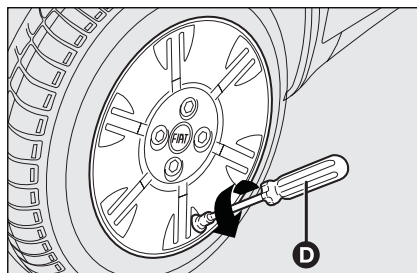

fig. 15
- dévisser le capuchon de la valve du pneu, enlever l'élément intérieur de la valve en se servant de l'outil **D-fig. 15**, en ayant soin de ne pas l'appuyer sur du sable ou sur un endroit sale;